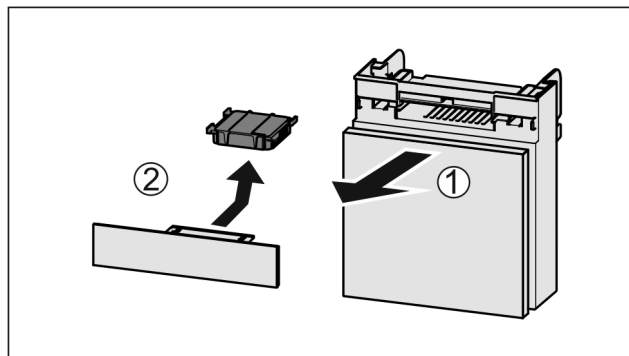

Fig. 50
- Predal izvlecite Fig. 50 (1) naprej.
- Odstranite Fig. 50 (2) aktivni ogljeni filter.